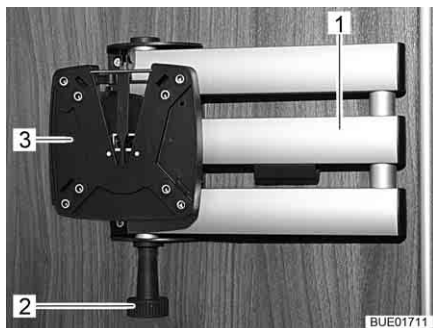

Fig. 90 Supporto con braccio snodato
- Tirare il bottone di sbloccaggio (Fig. 90,2). Il braccio snodato (Fig. 90,1) è sbloccato.
- Ruotare lo schermo piatto all'indietro nella sua posizione iniziale, finché il supporto (Fig. 90,3) si innesta nel bloccaggio producendo un suono.